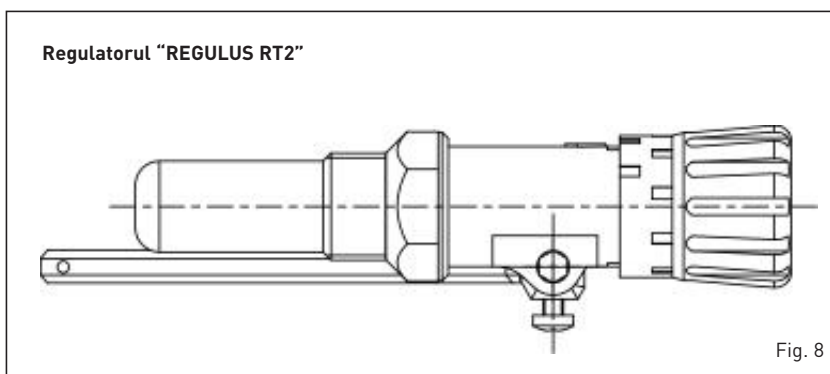

Fig. 8
4.6.2 Regulatorul "REGULUS RT2" (fig. 8)
și 90 °C (fig. 8). Pentru montaj și punerea în funcțiune respectați aceleași instrucțiuni ca pentru regulatorul "Termostat".